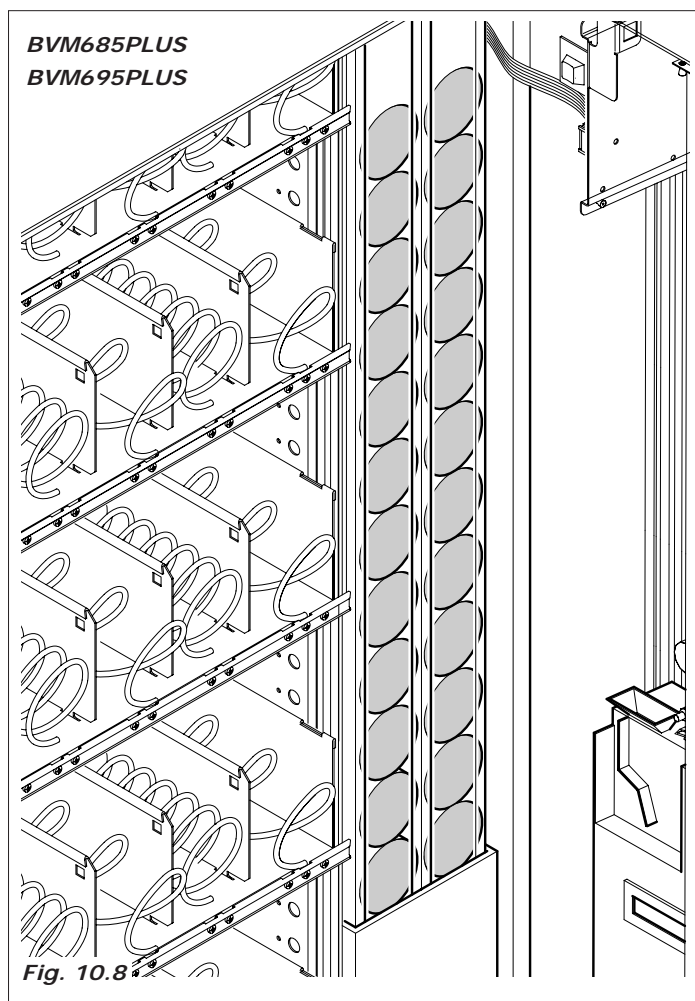

Fig. 10.8
10.3.1 Módulo latinhas e garrafas (Fig. 10.8)